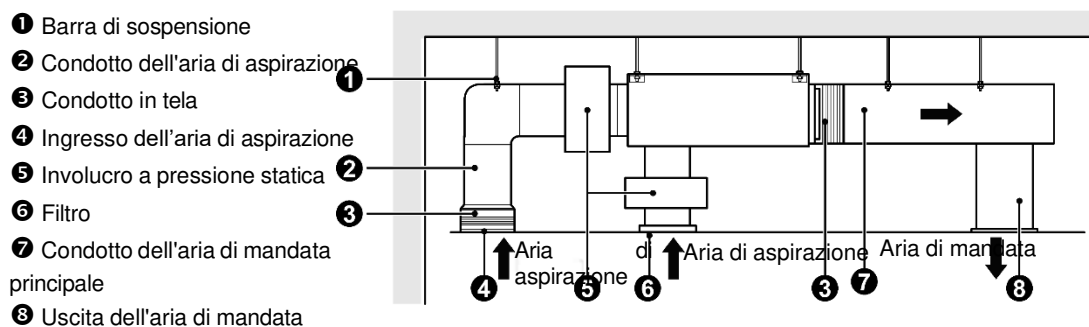

Fig. 4.19
- 2) Nebulizzare un litro di acqua sull'evaporatore, come illustrato nella Fig. 4.19